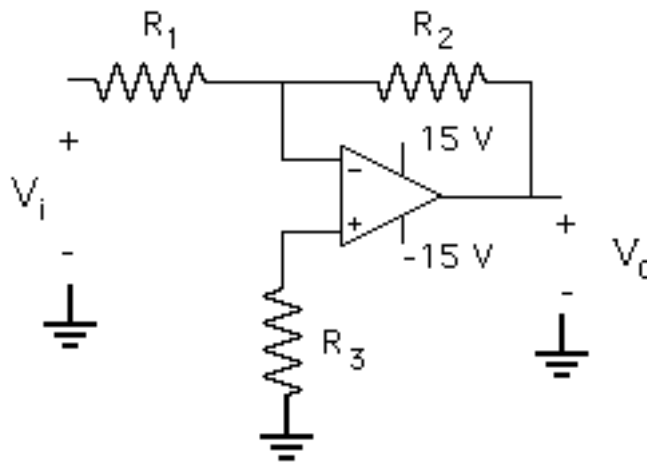

Figura 9.1.- Amplificador inversor
- 1.- Determine la expresión del voltaje de salida para el amplificador inversor cuyo circuito se muestra en la Figura 9.1, utilizando los valores indicados por su profesor y alimentándolo con fuentes de $\pm 15V$.
- 5.- Realice el análisis AC SWEEP en SPICE del circuito de la figura 9.1 para graficar el voltaje V_o en función de la frecuencia dentro del rango de frecuencias de 10 Hz a 1 MHz, considerando que la señal de entrada tiene una amplitud de 1V. Averigüe por qué disminuye la ganancia del amplificador para frecuencias altas (Definición de ancho de banda).